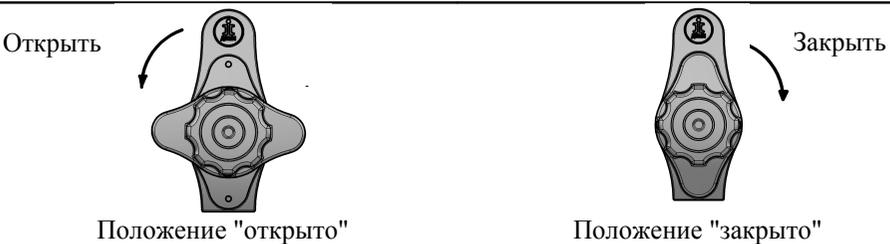

Рис. 32
- 6.4.1. Повернуть корпус фиксатора на замке стойки против часовой стрелки в положение "открыто" (см. рис. 32), приподнять основание стола вверх (см. рис. 32а, 33), вытащить замок стойки, поднять (опустить) основание стола до нужной высоты, совместив пазы в кожухе и стойке, вставить замок стойки в совмещенные пазы стойки с кожухом, опустить основание стола до упора, повернуть корпус фиксатора по часовой стрелке в положение "закрыто" (см. рис. 32). **Регулировку стола следует производить одновременно с двух сторон.**
Рис. 32а